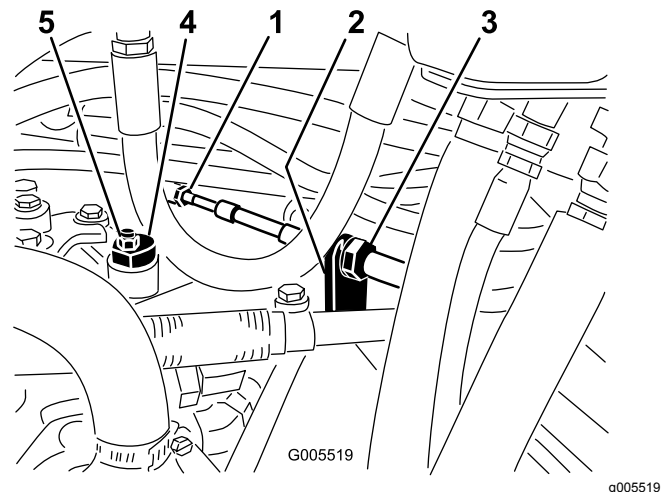

Figura 52
- A. Afloje las dos contratuercas que fijan el cable de control de tracción a la escuadra del hidrostato (Figura 52). Asegúrese de aflojar ambas contratuercas uniformemente, y lo suficiente como para permitir el ajuste.
Nota: Afloje la tuerca que sujeta el excéntrico a la parte superior del hidrostato (Figura 52).
- C. Gire el excéntrico hasta que no haya movimiento en ningún sentido. Cuando la rueda deje de girar, apriete la tuerca para bloquear el excéntrico y el ajuste (Figura 52). Compruebe el ajuste con el acelerador en las posiciones Lento y Rápido.
- D. Desde cada lado de la mampara, apriete las contratueras uniformemente, fijando el cable de tracción a la mampara (Figura 52). No tuerza el cable.